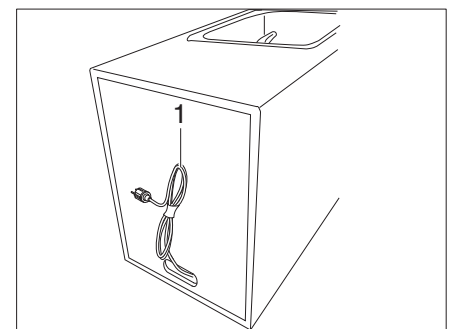

Figura 16 Cable de alimentación para batería Campbox
- Si es necesario, (Figura 16,1) desenchufar en la parte posterior del módulo de enjuague.